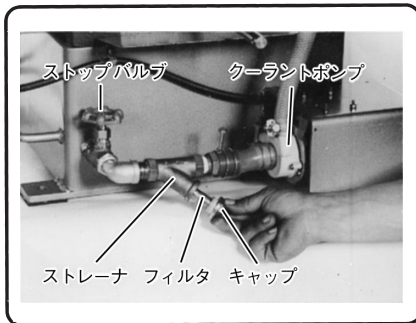

図 31
②ストレーナ内のフィルターが目づまりしている。	31ページ「ストレーナの点検」の項を参照。
③コックの調整が適切でない。	16ページ「切削液の流量調整」の項を参照。
④クーラントポンプが故障している。	クーラントポンプ交換。
⑤ストップバルブが全開になっていない。	ストップバルブを全開にする。 (図31参照)